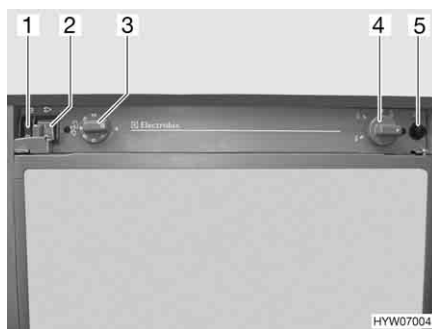

Fig. 50 Boutons de commande pour le réfrigérateur
- Mettre l'interrupteur 230 V  (Fig. 50,2) sur "0".
- Mettre l'interrupteur 12 V  (Fig. 50,1) sur "0".
- Placer le bouton tournant (Fig. 50,4) sur Grande flamme , l'enfoncer et le maintenir enfoncé jusqu'à ce que le gaz s'échappe vers le brûleur.
- Appuyez énergiquement plusieurs fois consécutives sur le bouton d'allumage du gaz (Fig. 50,5).
- Mettre l'interrupteur 230 V  (Fig. 50,2) sur "I".
- Régler le bouton tournant du thermostat  (Fig. 50,3) à la température de réfrigération désirée entre "1" et "7".
- Mettre l'interrupteur 12 V  (Fig. 50,1) sur "I".